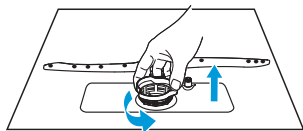

Fig. 1
2. Segure o filtro grosso e gire-o no sentido anti-horário para destravar o filtro. Levante o filtro para cima e retire-o da lava-louças (Fig. 1).